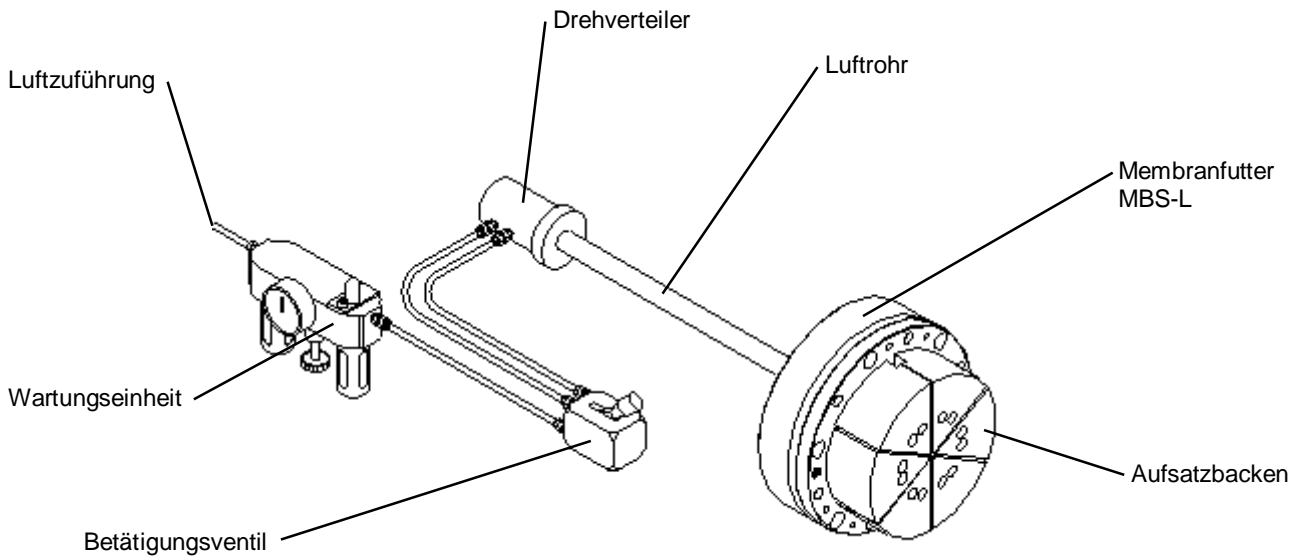

Abbildung 1.2
5. Schließen Sie anschließend ein Ventil, die Luftschläuche und die Wartungseinheit gemäß der Abbildung 1.2 sorgfältig an. Der Einsatz einer Wartungseinheit, bestehend aus Öler, Filter und Druckminderer ist unbedingt vorgeschrieben, da das Futter ansonsten schweren Schaden nehmen kann. Zur Betätigung des Futters kann jedes beliebige Ventil genutzt werden, das die entsprechenden Unfallverhütungsvorschriften der Berufsgenossenschaft erfüllt. MicroCentric bietet entsprechende Handventile, Fußventile und pneumatische Betätigungseinheiten an. Das Futter sollte nun mit geringem Luftdruck arbeiten.